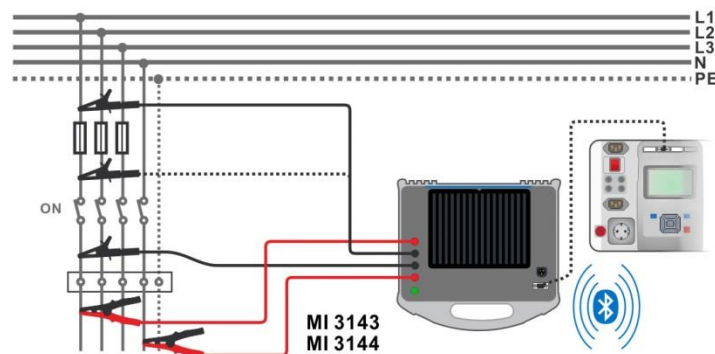

Abbildung 6.82: Hochstromwiderstandsmessung
- › Schließen Sie die Prüfleitungen am zu testenden Objekt an, siehe **Abbildung 6.82**. Ausführliche Informationen finden Sie in **der Bedienungsanleitung für MI 3143 – Euro Z 440 V** oder **MI 3144 – Euro Z 800 V**.